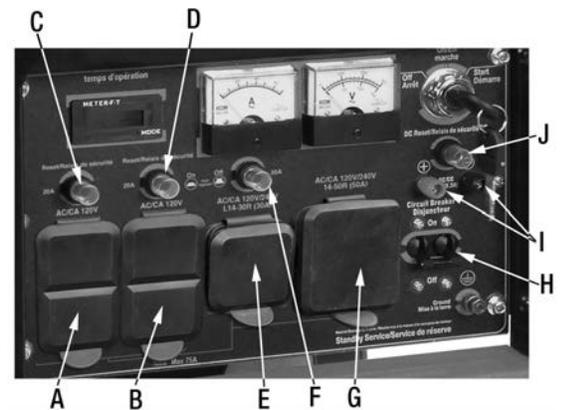

Figure 12
Pour usage normale sur 120V, branchez votre appareil dans une des sorties (A et B) Fig.12. Chaque sortie comprend un relais de sécurité (C et D), qui se trouve au-dessus de la sortie.
La sortie "Twist Lock" (E) Fig.12 est une NEMA L14-30 pour 120V/240V. Pour brancher une appareil, une prise NEMA L14-30 (non incluse) est nécessaire. Si vous n'êtes pas certain de l'opération ou le branchement à cette prise "twist lock", contactez un électricien qualifié. Cette sortie comprend un relais de sécurité (F), qui se trouve au-dessus de la sortie.
Cette sortie 120V/240V (G) Fig.12 est un réceptacle NEMA 14-50R et nécessite une prise NEMA 14-50P (50A) pour effectuer la connexion. Peut être utilisé pour fournir de l'électricité pour le fonctionnement de charges électriques monophasées de 60 Hz de 120V et/ou 240V CA, telles que les soudeuses et les sècheuses. Si vous n'êtes pas sûr de l'utilisation de cette sortie ou de ce qui peut être branché, contactez un électricien qualifié pour plus d'informations.
Ce panneau de contrôle comprend un afficheur numérique (A) Fig.12, il y a trois modes d'affichage. Pour changer le mode de l'afficheur, appuyez sur le petit bouton (B).
Ce panneau de contrôle comprend un ampèremètre (C) Fig.12 et un voltmètre (D).